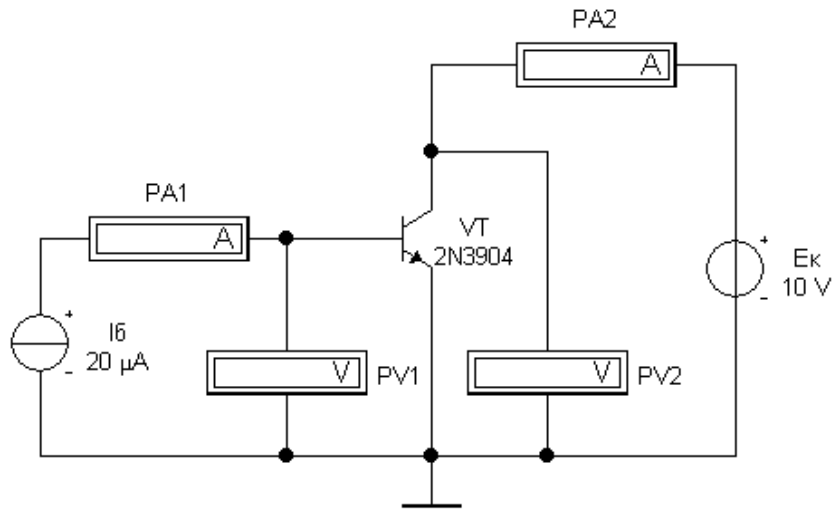

Рисунок 3 – Схема для зняття ВАХ характеристик біполярного транзистора, увімкненого за схемою із спільним емітером
2.1 Запустити програму EWB. В меню обрати схему (рис. 3).